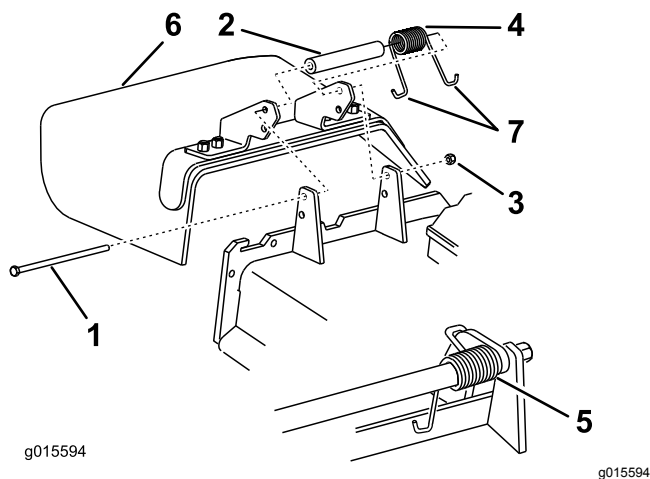

Figura 111
1. Togliete il dado di bloccaggio, il bullone, la molla e il distanziale che fissano il deflettore alle staffe orientabili del tosaerba (Figura 111).
2. Togliete il deflettore di sfalcio se è danneggiato o consumato (Figura 111).
Nota: Verificate che un'estremità a gancio J della molla si trovi dietro il bordo del piatto di taglio prima di montare il bullone, come illustrato nella Figura 111.
6. Infilate l'estremità a gancio J della molla attorno al deflettore dello sfalcio (Figura 111).